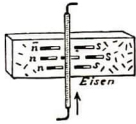

Abb. 349
a) **Erklärung.** (Abb. 349.) Geht ein galvanischer Strom über ein Stück Eisen, so suchen sich dessen Molekularmagnete (wie kleine Magnetnadeln) senkrecht zum Strom zu stellen. Ergebnis: Sie ordnen sich.